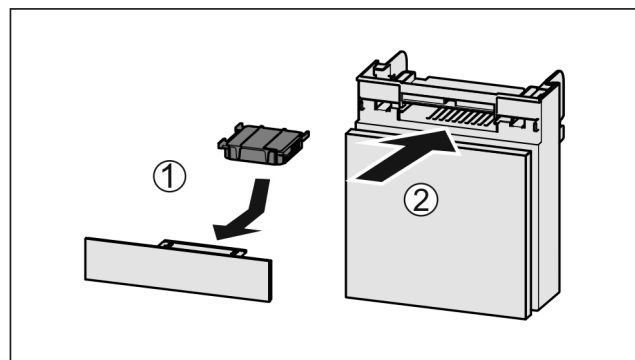

Fig. 221
- Insérer le filtre à charbon actif d'après le schéma Fig. 221 (1).
- Insérer le compartiment Fig. 221 (2).